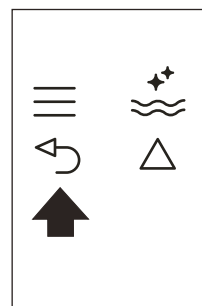

Abb. 25
- ▶ Drücken Sie die Sensortaste ↶ (B6) (Abb. 25) zweimal, um das Menü zu verlassen.
- ▶ Drücken Sie die Sensortaste ↵ (B6) (Abb. 25) zweimal, um das Menü zu verlassen.